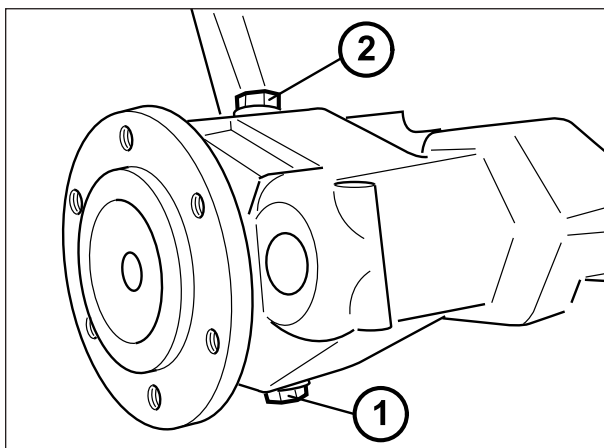
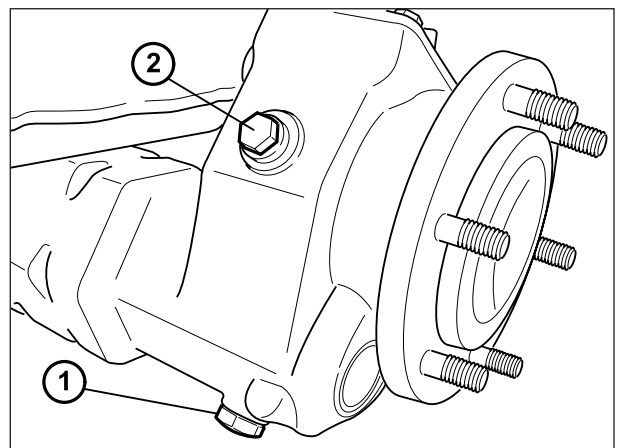

Fig. 117a (9000 S - Articulado)
Fig. 117 (9000 Frutero)
Colocar un recipiente de recogida bajo los reductores, luego quitar la tapa de cierre (1) Fig. 117 - Fig 117a.
Agregar aceite por el tapón (2) Fig. 117 - Fig. 117a.